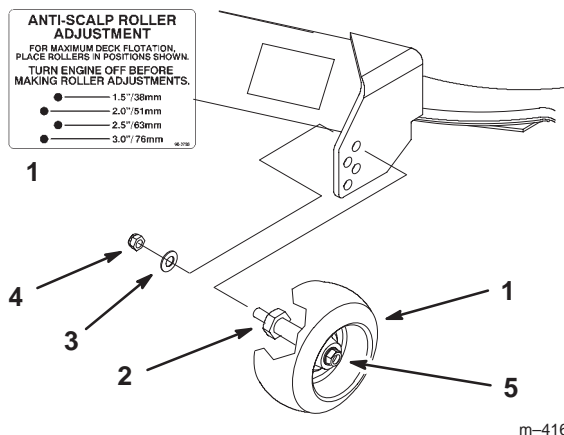

Figure 19
3. Lorsque la hauteur de coupe est réglée, enlevez l'écrou et la rondelle tout en maintenant le goujon avec une clé (Fig. 19).
- Remarque :** N'enlevez pas l'écrou et la rondelle de la roue (Fig. 19).
4. Choisissez le trou pour que la roue de jauge se trouve le plus près possible de la hauteur de coupe correspondante voulue (Fig. 19).
5. Remettez l'écrou à collerette et la rondelle élastique. Serrez à 54,2–61,0 Nm (40–45 pieds-livre) (Fig. 19).